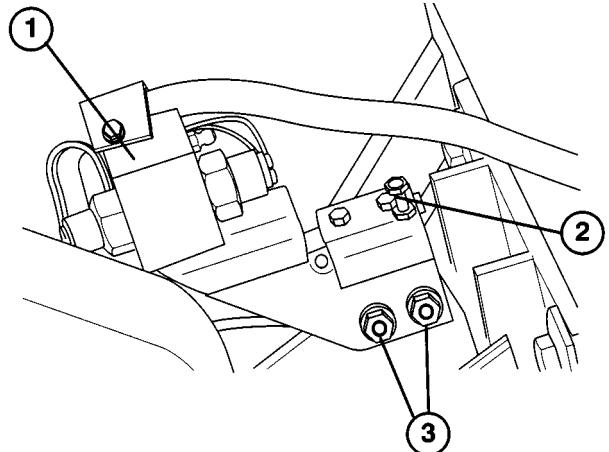

Bild 15
5. Den Zinkenkopfschalter (Bild 15) mit einem Durchgangsmesser oder Ohmmeter kontrollieren und bei Defekt austauschen. Der Schalterstöbel muss eingedrückt sein, wenn sich der Zinkenkopf in angehobener Stellung befindet.
- D. Die Klemmmutter und (2) Flanschmuttern der Einstellschraube (Bild 15) lockern.
- H. Die Klemmmutter und (2) Flanschmuttern der Einstellschraube festziehen.